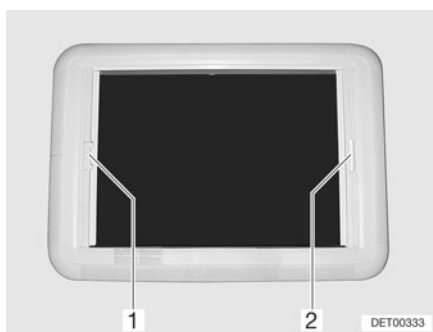

Fig. 47 Lanterneau Heki, verrouillage du store
- Tirer le dispositif occultant plissé par la poignée (Fig. 47,2) et le relâcher lorsqu'il a atteint la position voulue. Le dispositif occultant plissé reste alors à cette position.
- Tirer sur la poignée (Fig. 47,1) de la moustiquaire jusqu'à toucher la poignée du dispositif occultant plissé (Fig. 47,2) située vis-à-vis et la faire s'enclencher.
- Appuyer sur la poignée de la moustiquaire vers l'arrière et le haut et décrocher la moustiquaire du dispositif occultant plissé (Fig. 47,2).